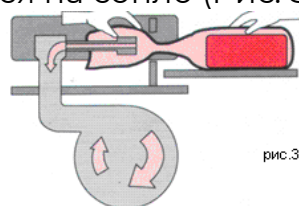

рис.3
- Пакет с продукцией укладывается на специальный поддон машины, и открытая часть пакета надевается на сопло (Рис. 3)